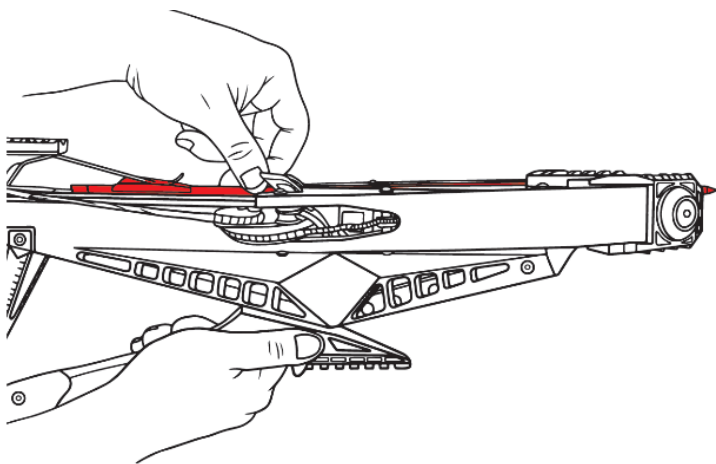

Рис.15
1. Уложите стрелу в паз направляющей ведущим пером и задвиньте ее под прижимную планку в спусковой механизм до самого упора (Рис.15).